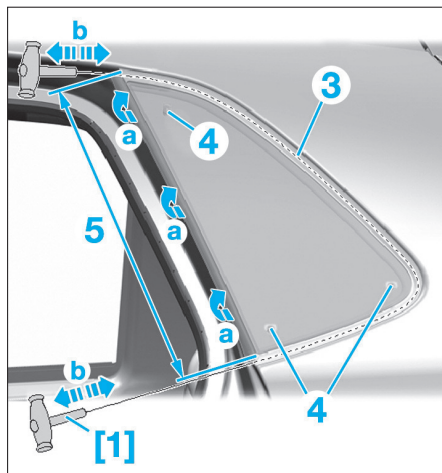

FIG. 13
- [1]. Poignée ref. 1351/1 (Fig.13).
- Bloquer les extrémités du fil tranchant (3) à l'aide des poignées [1] (Fig.13).